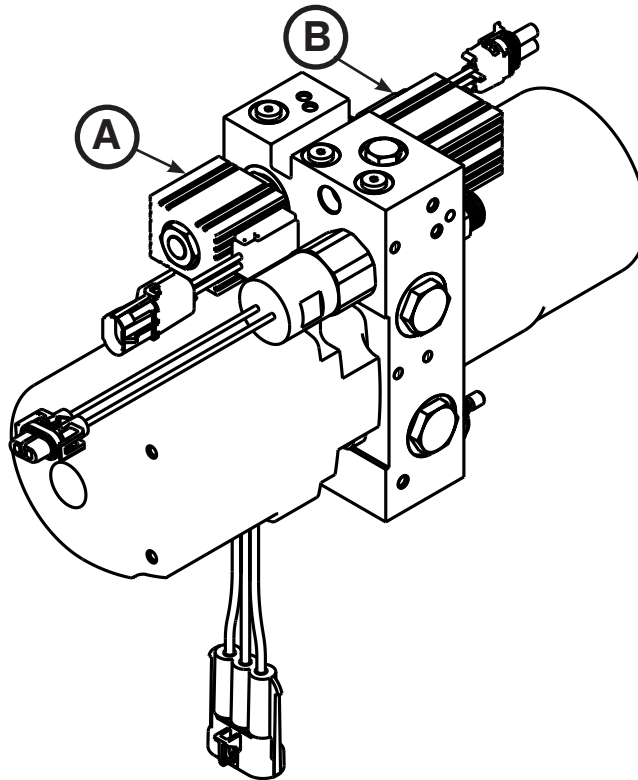

Figura 55
5. Con una llave combinada de 3/4", extraiga la tuerca que fija el solenoide a la válvula A (A) o válvula B (B) (Figura 55). Guarde la tuerca para cuando tenga que instalarla de nuevo.